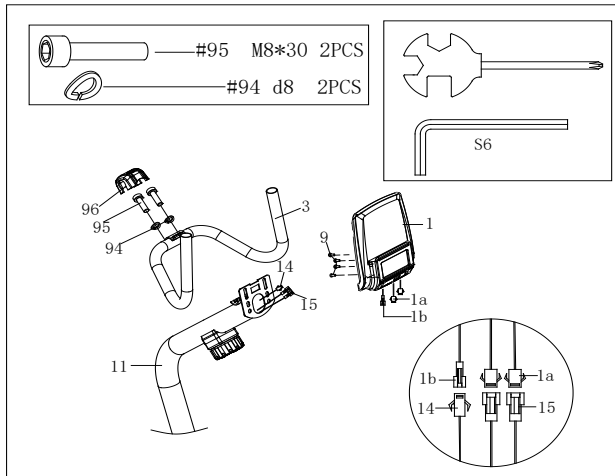

FIG.6:
Fije el manillar (3) al tubo de soporte (11) con la arandela (94 y el perno (95) Conecte el sensor (1a&15;1b&14) como se muestra en la FIG.6, Fije la consola (1) al tubo de soporte (11) con los tornillos (9).